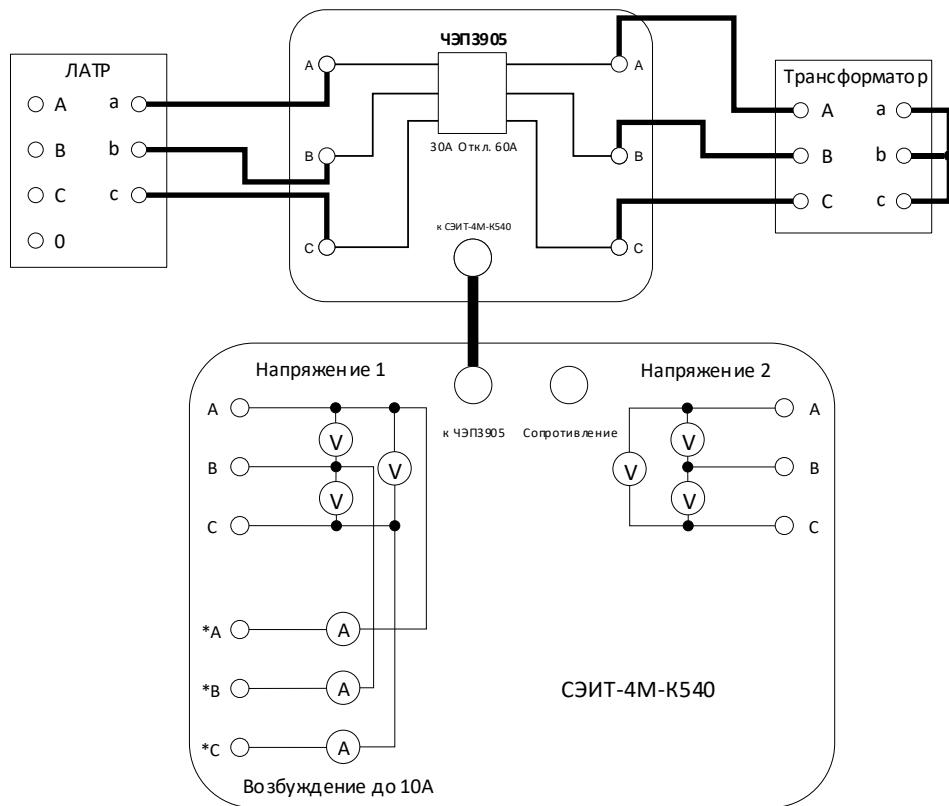

Рис. 19. Схема соединений для опыта КЗ с использованием БТТ
**5.4.2.** При использовании БТТ собирается схема, представленная на рис. 19.